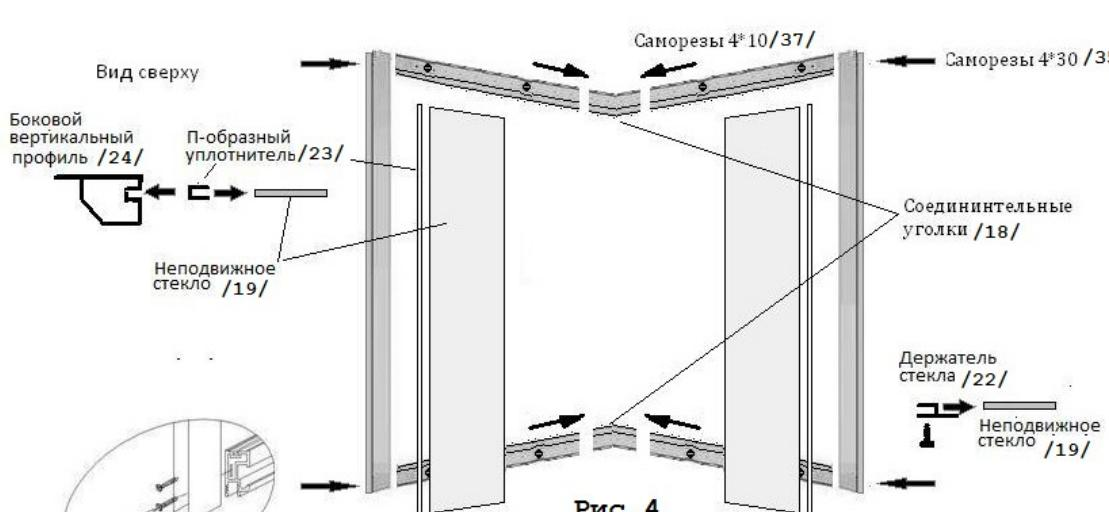

Рис. 4
3.2. Сборка фронтальной стенки (рис.4)